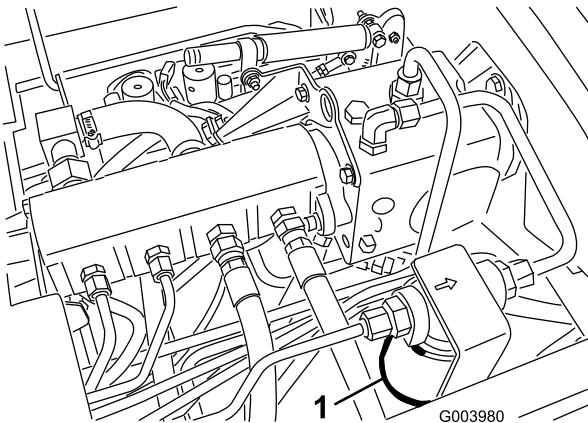
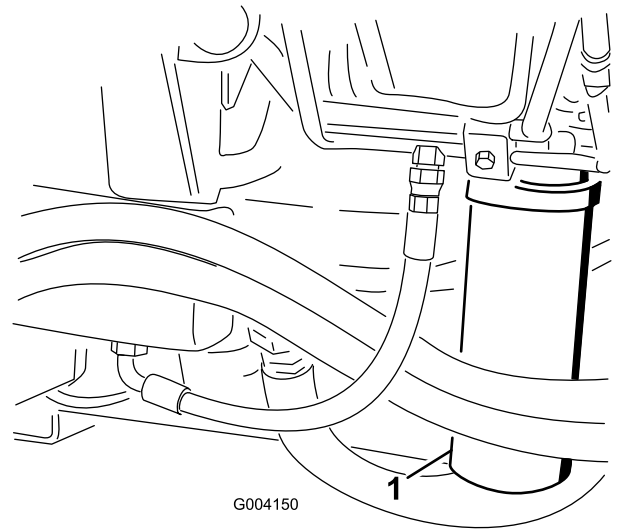

Figure 77
Figure 78
2. Nettoyez la surface autour de la zone de montage du filtre et placez un bac de vidange sous le filtre (Figure 77) et (Figure 78).